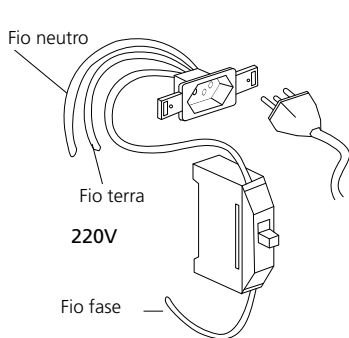

Fig. 40
- Se o sistema elétrico de sua residência for 220 V (fase + neutro) utilizar disjuntor termomagnético monopolar de 15 A no fio fase (fig. 40).